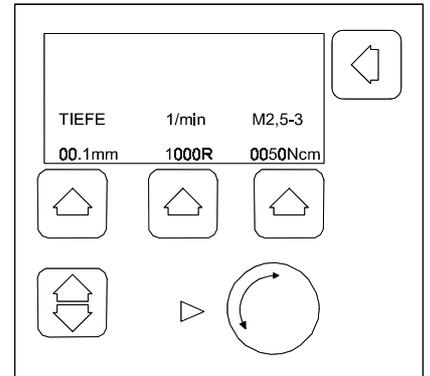

Bild 4-5 Arbeitsmenü
Durch Drücken der Taste „Zurück“ (Bild 4-5) ist es in jeder Menü-Ebene möglich, aus dem Einstellvorgang direkt in das Arbeitsmenü (Menüebene „0“) zu gelangen, ohne den gesamten Einstell - Ablauf durchgehen zu müssen. Die Maschine ist nur im Arbeitsmenü betriebsbereit.
1. Auf dem Display ist das Arbeitsmenü (Bild 4-5) zu sehen.
1. Auf dem Display ist das Arbeitsmenü zu sehen (Bild 4-5).